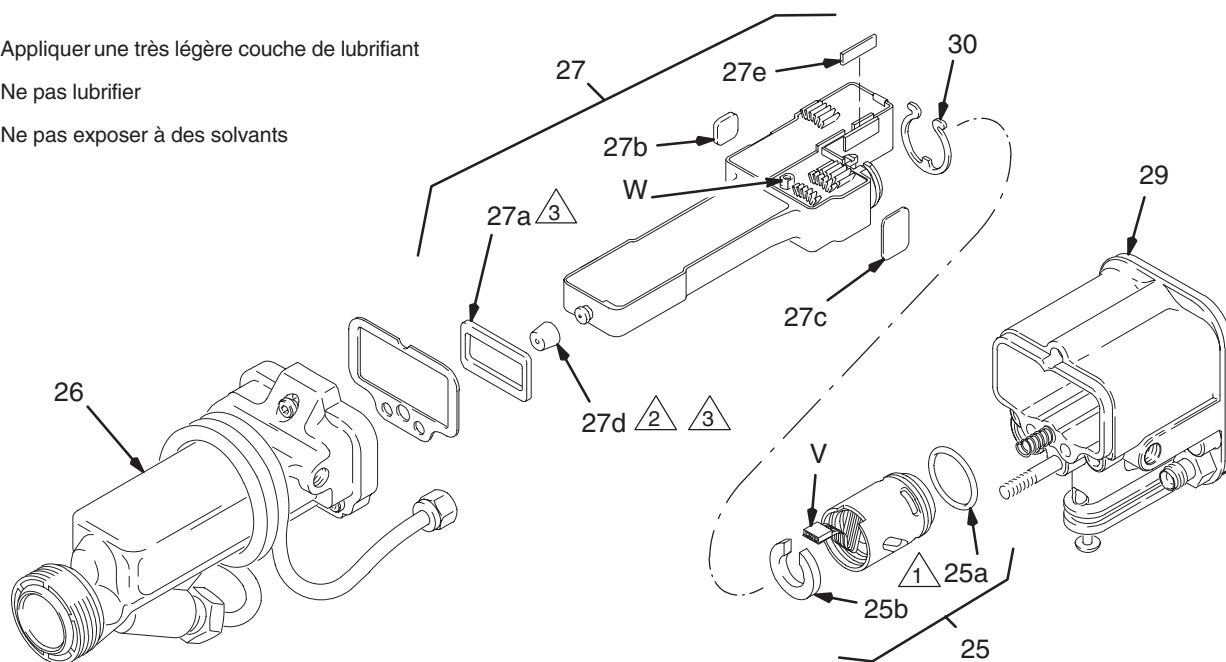

Fig. 25
2. Serrer les deux extrémités de la bague de retenue (30) et extraire l'alternateur avec précaution (25) du générateur (27) jusqu'à ce que le connecteur (V) se débranche. Voir Fig. 25.
3. A l'aide d'un ohmmètre, vérifier la bobine de la turbine-alternateur. Mesurer la résistance entre les deux bornes extrêmes du connecteur 3 points (V). Cette résistance doit être comprise entre 3 et 5 ohms. Si la valeur mesurée se situe hors de ces limites, remplacer l'alternateur.
4. Brancher le connecteur 3 points aux trois broches du générateur. Pousser l'alternateur (25) dans le générateur (27) jusqu'à ce que la bague de retenue (30) puisse se verrouiller derrière l'alternateur.